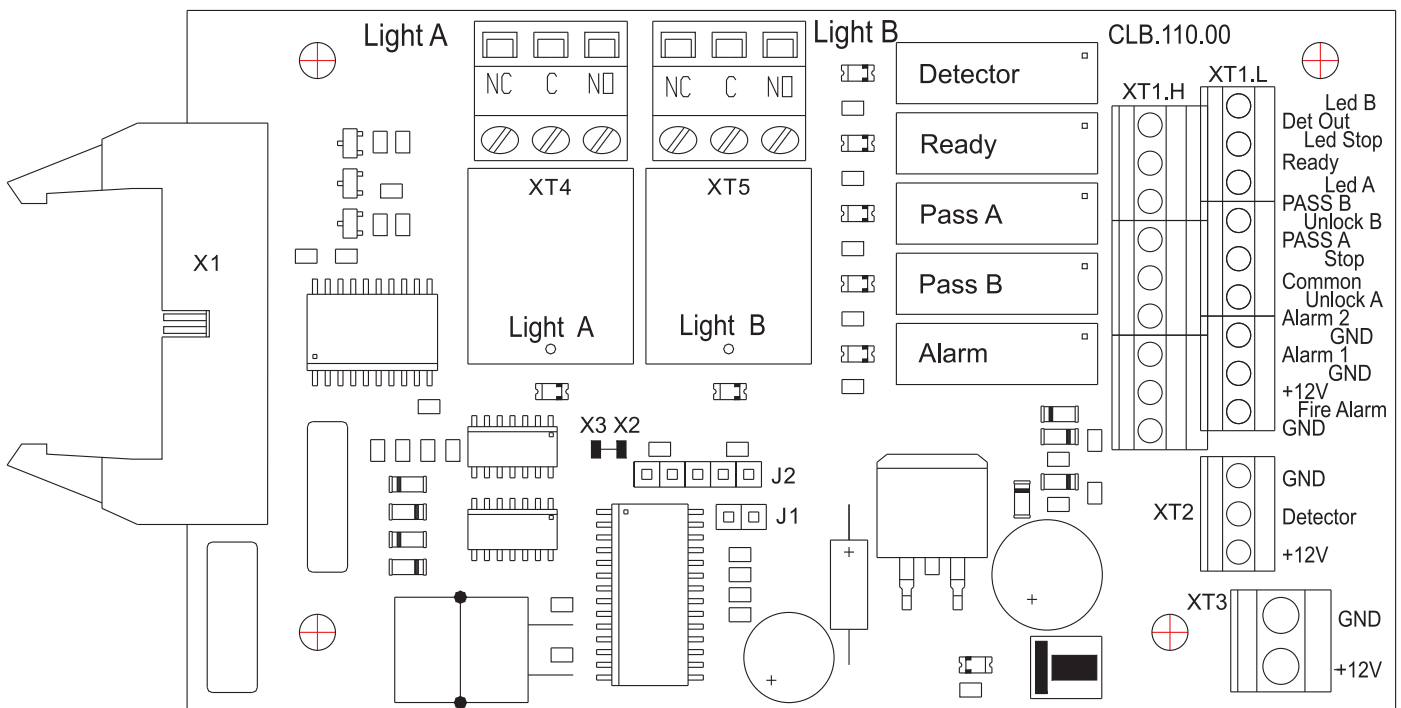
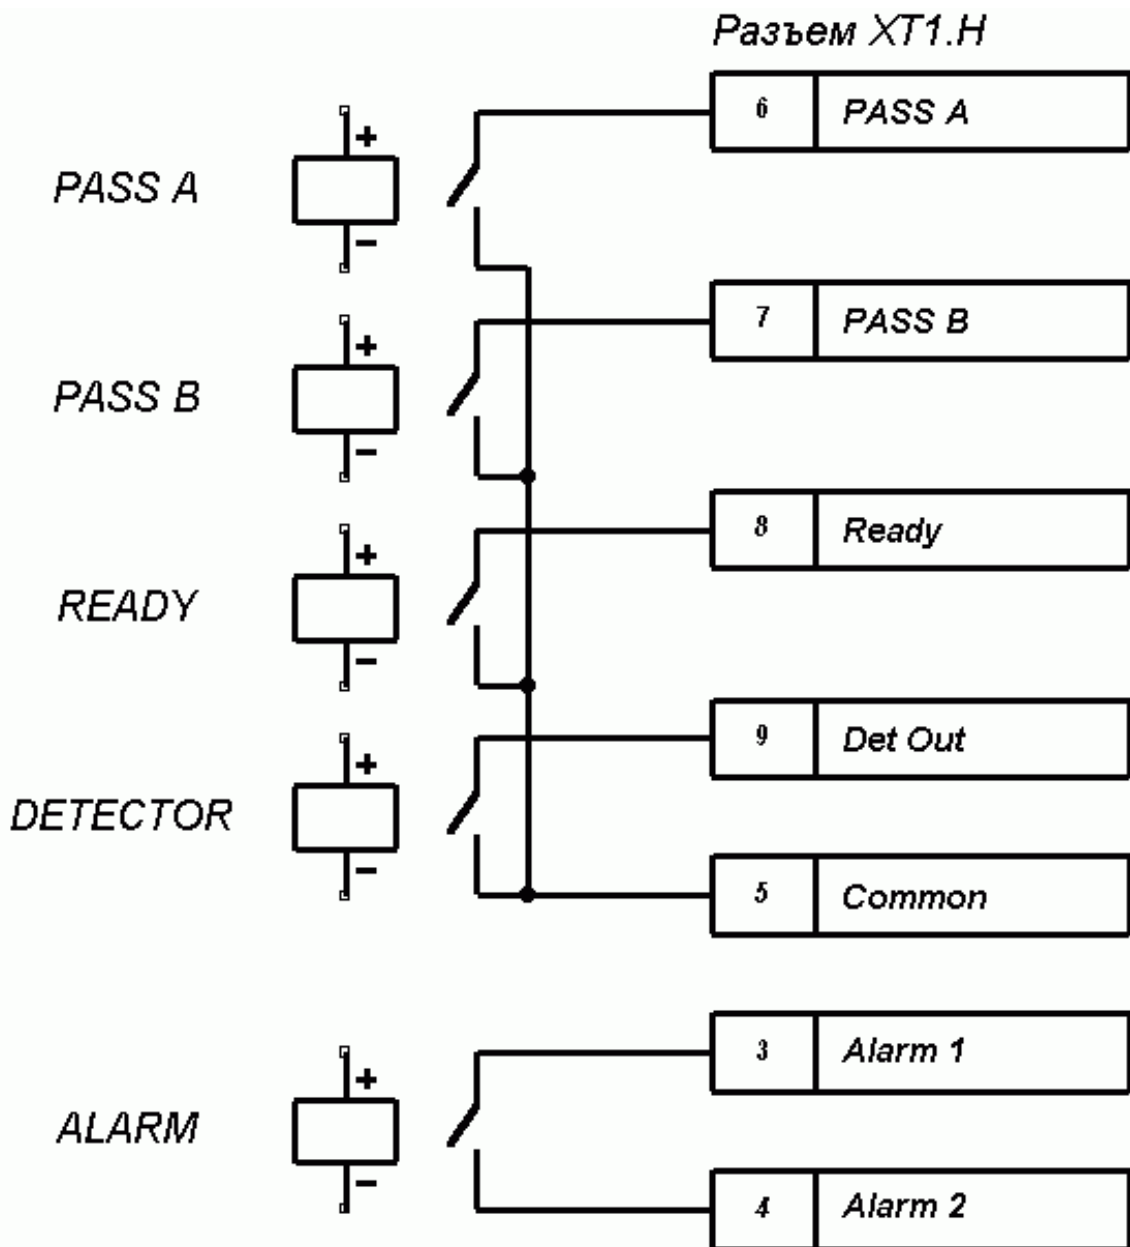

Рисунок 2 – Внешний вид платы CLB
Рисунок 6 – Выходные каскады для PASS A, PASS B, Ready, Det Out и Alarm
стороной) можно, поменяв местами провода от пульта управления, подключаемые на контакты Unlock A и Unlock B, а так же Led A и Led B соответственно (см. рис. 2 и 3).
6.2.5 На плате CLB (см. рисунок 2) расположены:
6.4.3. Реле PASS A (контакты PASS A и Common), PASS B (контакты PASS B и Common), Ready (контакты Ready и Common), Detector (контакты Det Out и Common) и Alarm (контакты Alarm 1 и Alarm 2) имеют нормально-разомкнутые контакты. При этом общий для этих реле контакт Common не соединён с минусом источника питания турникета. В исходном (неактивном) состоянии при включенном питании контакты реле PASS A, PASS B, Ready и Detector замкнуты (на обмотку реле подано напряжение), а контакты реле Alarm разомкнуты (напряжение на обмотку реле не подано). Факт срабатывания/отпускания реле PASS A, PASS B, Ready, Detector и Alarm можно определить по загоранию/гашению красных индикаторов, которые установлены вблизи указанных реле (см. рисунок 2). Выходные каскады для PASS A, PASS B, Ready, Det Out и Alarm – контакты реле (см. рисунок 6) со следующими характеристиками сигналов: